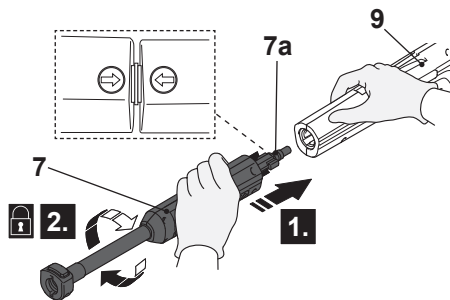
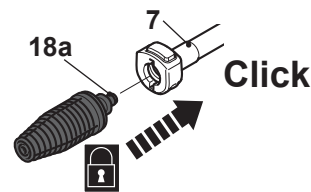

Fig. 4
Fig. 5
1. Aliniați și introduceți limbile (7a) ale lancei de extindere (7) în canelurile de conectare ale pistolului de pulverizare (9). (Fig. 4 pasul 1).
2. Atașați în siguranță lancea de extindere (7) Rotind în sensul acelor de ceasornic pentru a fixa în poziție (pasul 2). Asigurați-vă că săgeata de pe Pistolul de pulverizare este aliniată cu săgeata de pe lancea de extindere.
3. Aliniați limbile (18a) cu duza cu canelurile portului de conectare a lancei de extindere (7) (Fig.5).